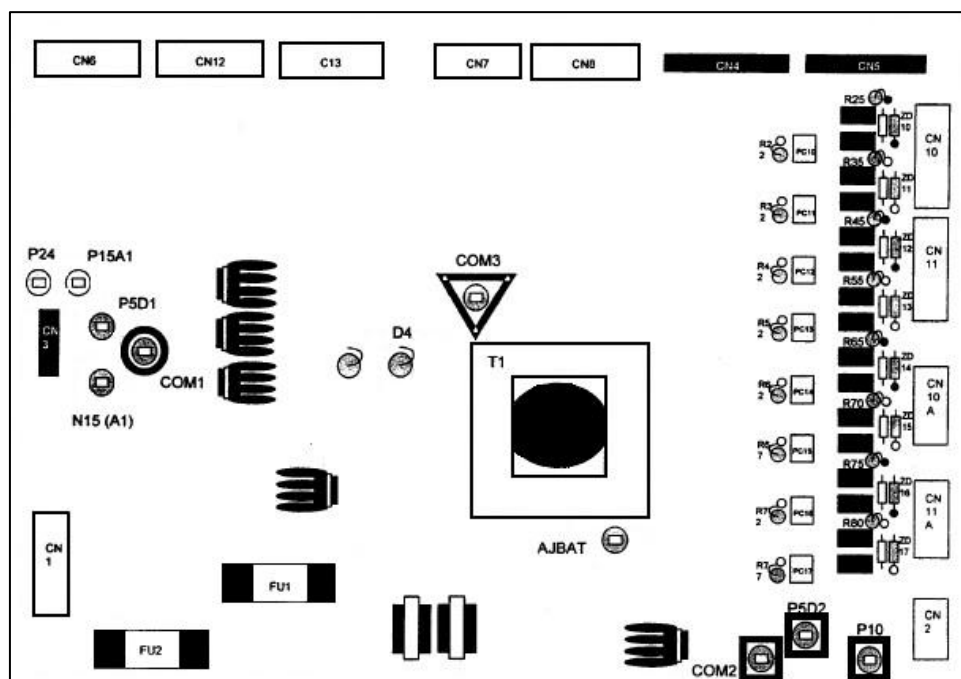

Figura 8.4 Fuentes de poder sobre la tarjeta de control de compuerta
4. Usando la tabla 8.7 y la figura 8.4, verifique los Copper IGBT's.
8. Usando la tabla 8.7 y la figura 8.4, verifique los inversores IGBT's.